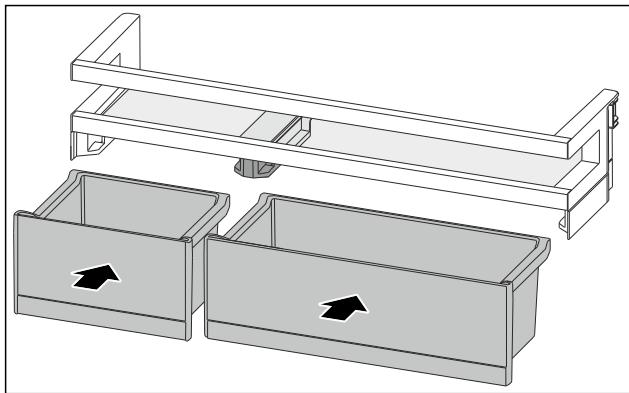

Fig. 81
- Установите ящики VarioBox, поменяв их расположение. (см. Fig. 81)